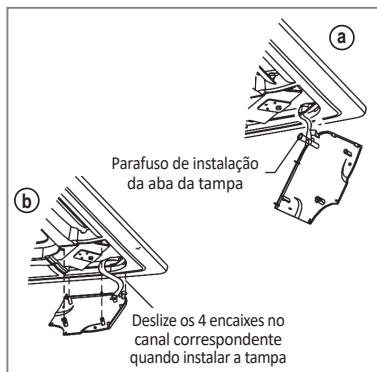

FIG. 28
- Aperte os parafusos do cabo da tampa de instalação (Fig. 28 - Detalhe a).
- Pressione levemente a tampa para a instalação do painel (Fig. 28 - Detalhe b).